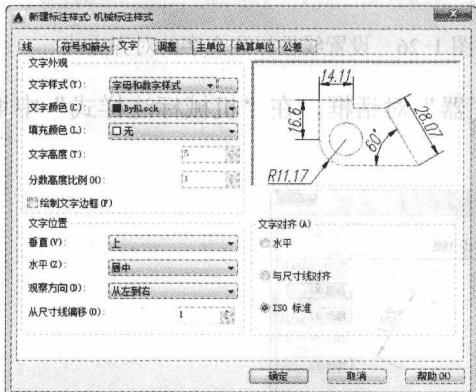

图 1-22 设置“文字”选项卡
- 打开“文字”选项卡，在“文字样式”下拉文本框中选择“字母和数字样式”；在“从尺寸线偏移”文本框中输入 1，即尺寸与尺寸线之间的间距为 1；在“文字对齐”选项组中选中“ISO 标准”单选按钮，即当标注文字在尺寸界线以内，将位于尺寸线的正中上方。当标注文字在尺寸界线以外，将位于一条水平引线上。其他选项保留默认设置，如图 1-22 所示。